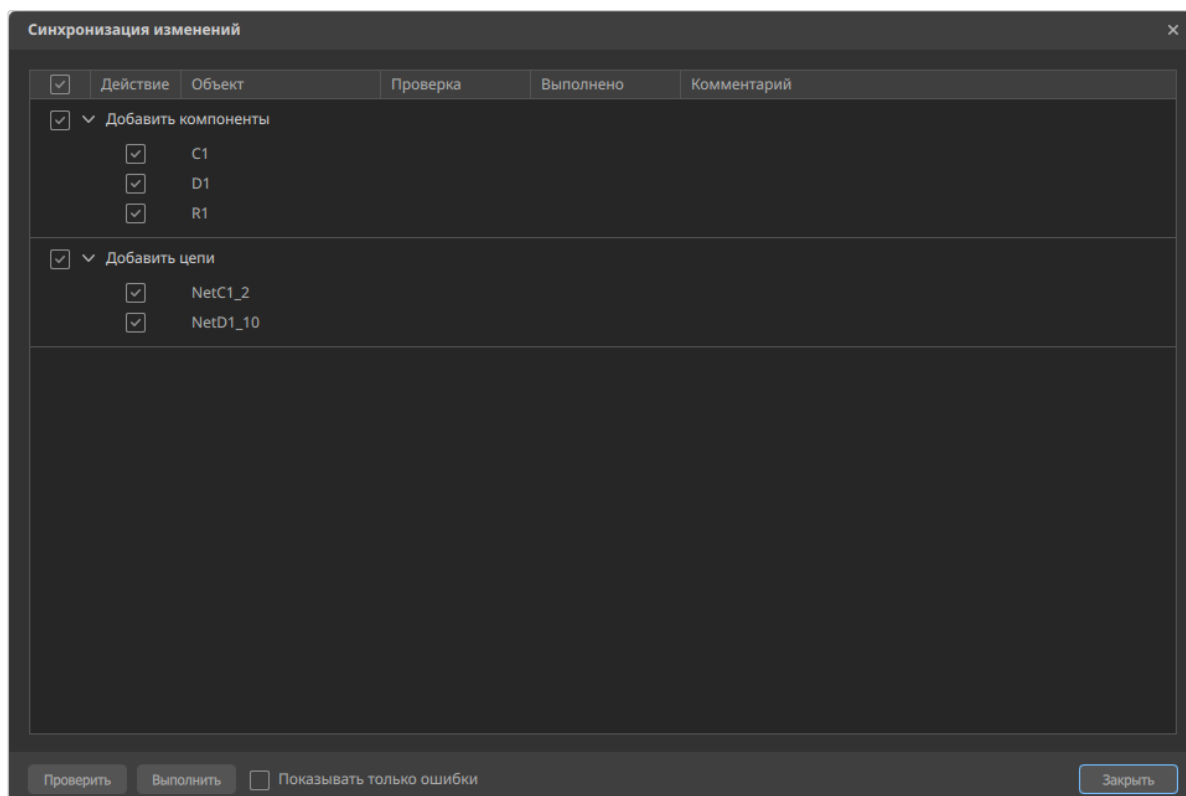

Рисунок 79. Окно «Синхронизация изменений»
- 2) После вызова команды при наличии изменений на схеме отобразится окно «Синхронизация изменений», отображающее список изменений, которые будут внесены в топологию платы (см. рисунок 79).